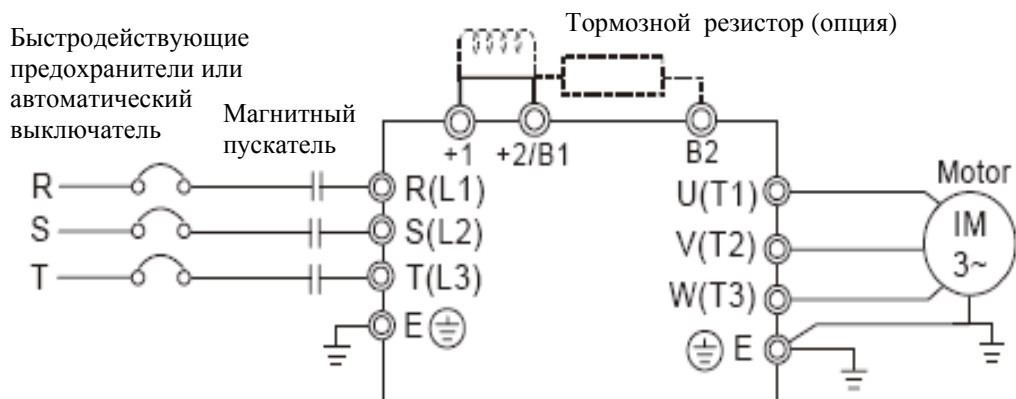

Рисунок 1.
**Рисунок 1.** Схема подключения моделей VFD-VE 11 кВт (15HP) и ниже. VFD007V23A/43A-2, VFD015V23A/43A-2, VFD022V23A/43A-2, VFD037V23A/43A-2, VFD055V23A/43A-2, VFD075V23A/43A-2, VFD110V43B-2, VFD110V23A/43A-2